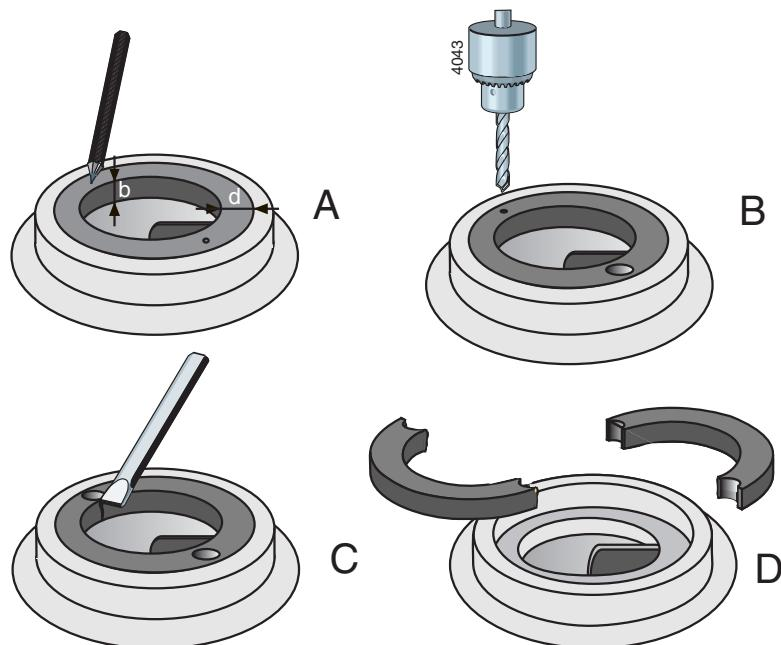

Bild 9: Borttagning av slitring.
- 1 Mät ringens tjocklek (D) och bredd (B), se bild 9 A.
- 2 Slå ett kärnslag i mitten av ringens kant på 2 motsatta ställen, se bild 9 B.
- 3 Använd en borr med en diameter som är något mindre än ringens tjocklek (D) och borra två hål i ringen, se bild 9 C. Borra inte djupare än ringens bredd (B). Se till att pumphusets monteringsyta inte skadas.
- 4 Hacka igenom resten av ringtjockleken med ett stämjärn. Ringen kan då tas ut ur pumphuset i 2 delar, se bild 9 D.